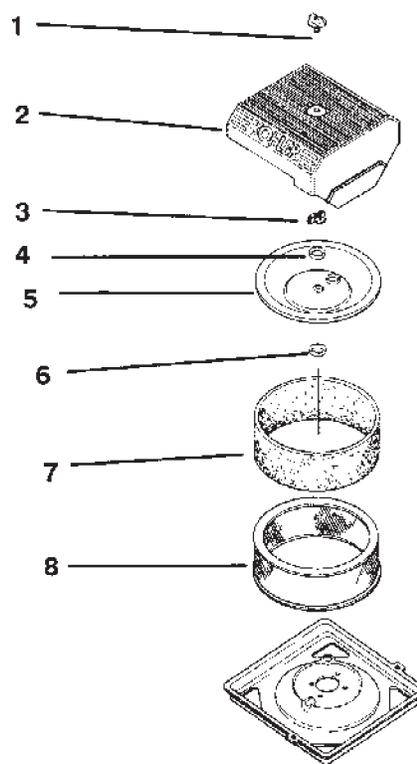

図 43
1. エアクリーナのノブ、Oリングとカバーを外す(図43)。